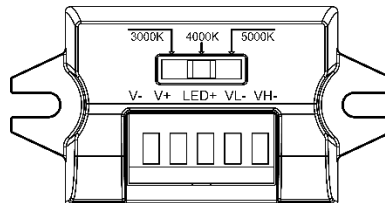

Figure 5
- 9: Utilisez le sélecteur pour choisir le réglage CCT (3000K / 4000K / 5000K). (Figure 5)